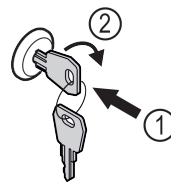

Fig. 200
- ▶ Πιέστε μέσα το κλειδί. Fig. 200 (1)
- ▶ Περιστρέψτε το κλειδί 90° δεξιόστροφα. Fig. 200 (2)